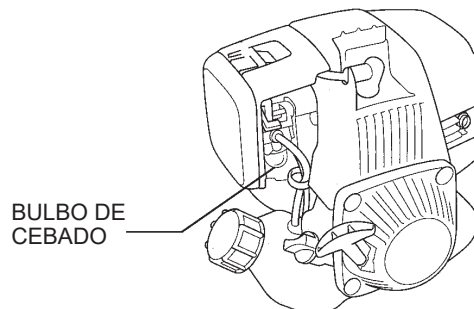

Figura 12. Ubicación del bulbo de cebado
2. Presione el bulbo de cebado (Figura 12) reiteradamente hasta que pueda verse combustible dentro del plástico transparente.